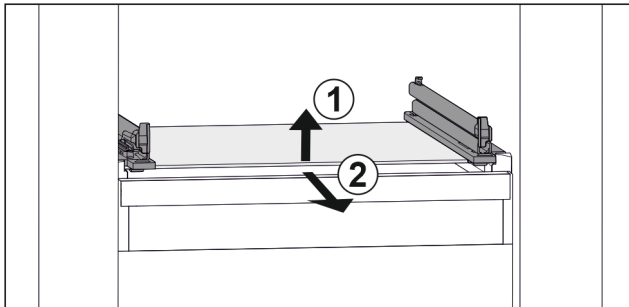

Fig. 21 Exemple de représentation de la tablette en verre
- ▶ Soulever la tablette en verre par l'avant. Fig. 21 (1)
- ▶ Retirer la tablette en verre par l'avant. Fig. 21 (2)